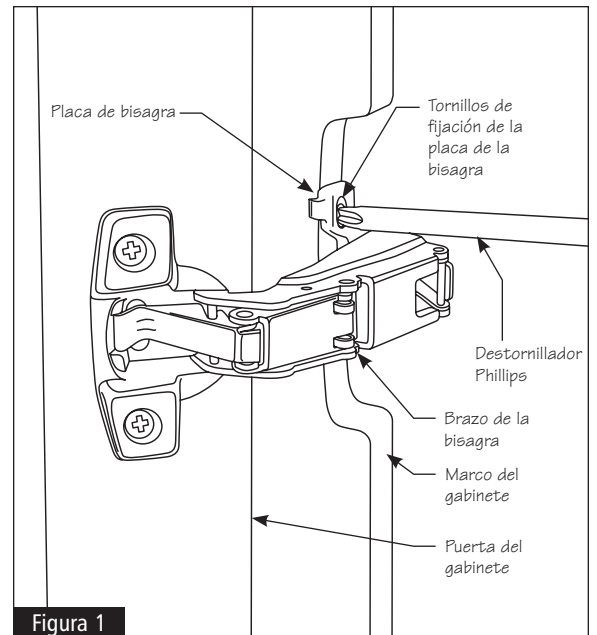

Figura 1
- 1** Retire la puerta del marco del gabinete, para esto retire los tornillos de fijación de las placas de las bisagras de todas las placas de las bisagras. Extienda la puerta sobre una superficie limpia y plana. Consulte la figura 1.